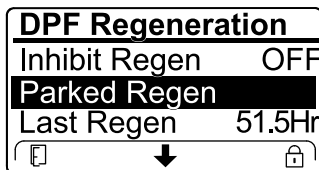

Bild 53
- Wenn der Motorcomputer eine Wiederherstellung-Regenerierung anfordert oder eine Wiederherstellung-Regenerierung ausführt und Sie auf die Option PARKED REGEN navigieren, ist die geparkte Regenerierung gesperrt und das Schloss-Symbol (Bild 53) wird unten rechts im InfoCenter angezeigt.